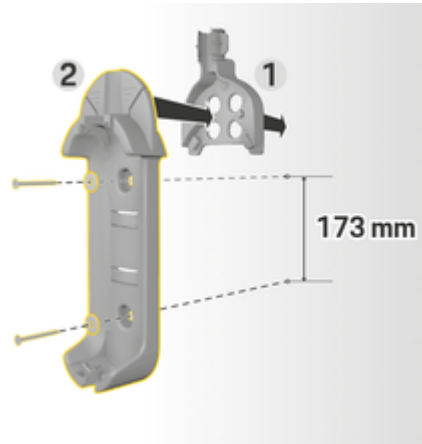

Abb. 8 Bohrmaße
3. Wandhalterung Basis 2 (Abb. 8) von vorne in die Kabelführung 1 (Abb. 8) eindrücken.